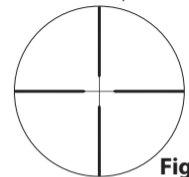
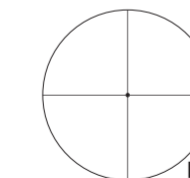
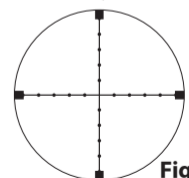

Fig. 3-5
Fig. 3-6
Fig. 3-7
(2) Focalizarea
- 1 Priviți prin ocular cu ochiul poziționat la o distanță de circa 10 cm (4 inch) față de ocular pentru a vedea reticulul BDC (fig. 3-4), reticulul Duplex (fig. 3-5), reticulul fin în formă de cruce cu punct central (fig. 3-6) sau reticulul Mildot (MILstandard) (fig. 3-7). Aliniați corect ochiul față de lunetă și respectați distanța corectă de la pupilă la lentila ocularului, în caz contrar vederea va fi obturată.
(3) Nivelul de mărire
În timp ce cu degetele țineți turela pentru a evita deplasarea inelului gradat aliniat, rotiți șurubul aflat la partea de sus a turelei în sens antiorar folosind cheia hexagonală inclusă ① până când șurubul este scos. Apoi scoateți turela (fig. 3-5).